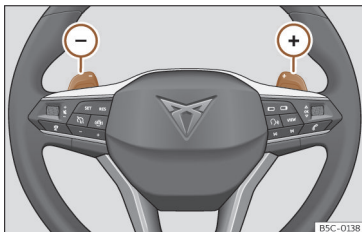

Fig. 146 Volante: alavancas de mudança automática de velocidade.
- Pressione a alavanca de mudanças  para engrenar uma velocidade mais alta >>> **Fig. 146**.